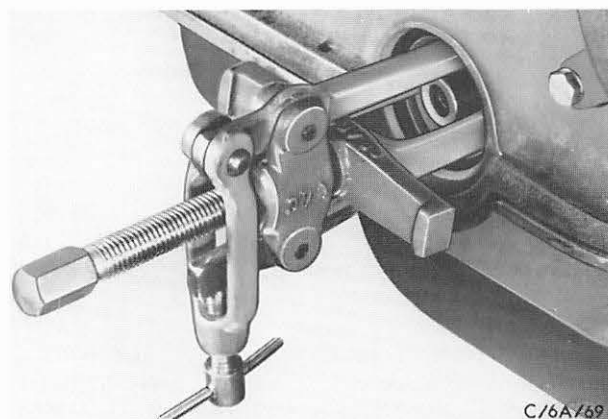

Abb. 294 Radialdichtring mit Spezialwerkzeug 15-048 ausbauen
2. Kühler ausbauen (4 Schrauben), Lichtmaschine lösen, zur Seite schwenken und Keilriemen abnehmen. Riemenscheibe-Kurbelwelle abbauen (1 Schraube). Radialdichtring mit Spezialwerkzeug 15-048 herausziehen, Abb. 294.